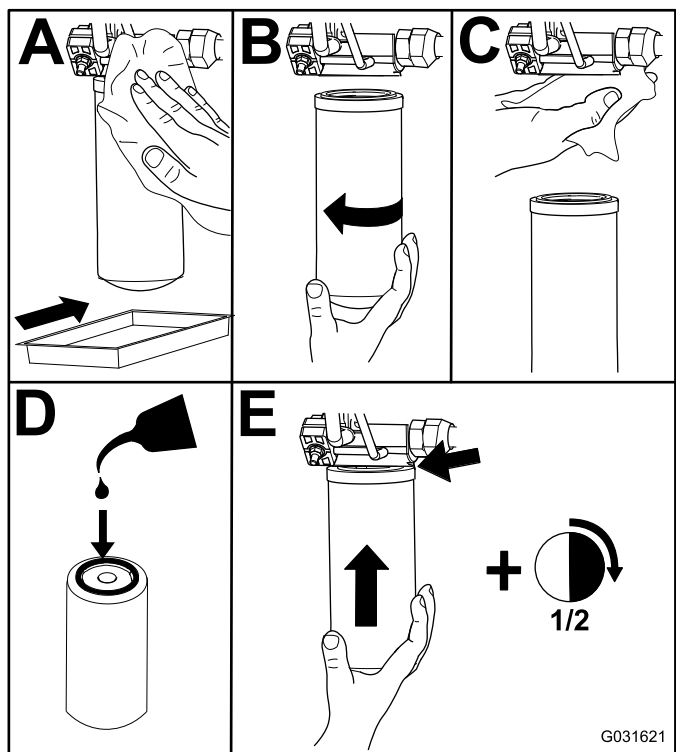

Figure 80
2. Remplacez les filtres hydrauliques (Figure 80).